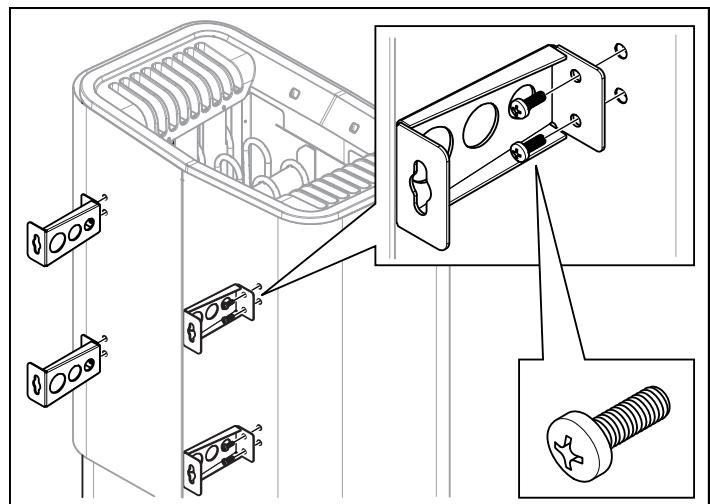

Рисунок 7: Крепление кронштейнов на устройстве
- 5.** Открутите первых два винта с задней стороны устройства и прикрепите один из четырех кронштейнов. Повторите процедуру крепления для остальных кронштейнов см. Рисунок 7.